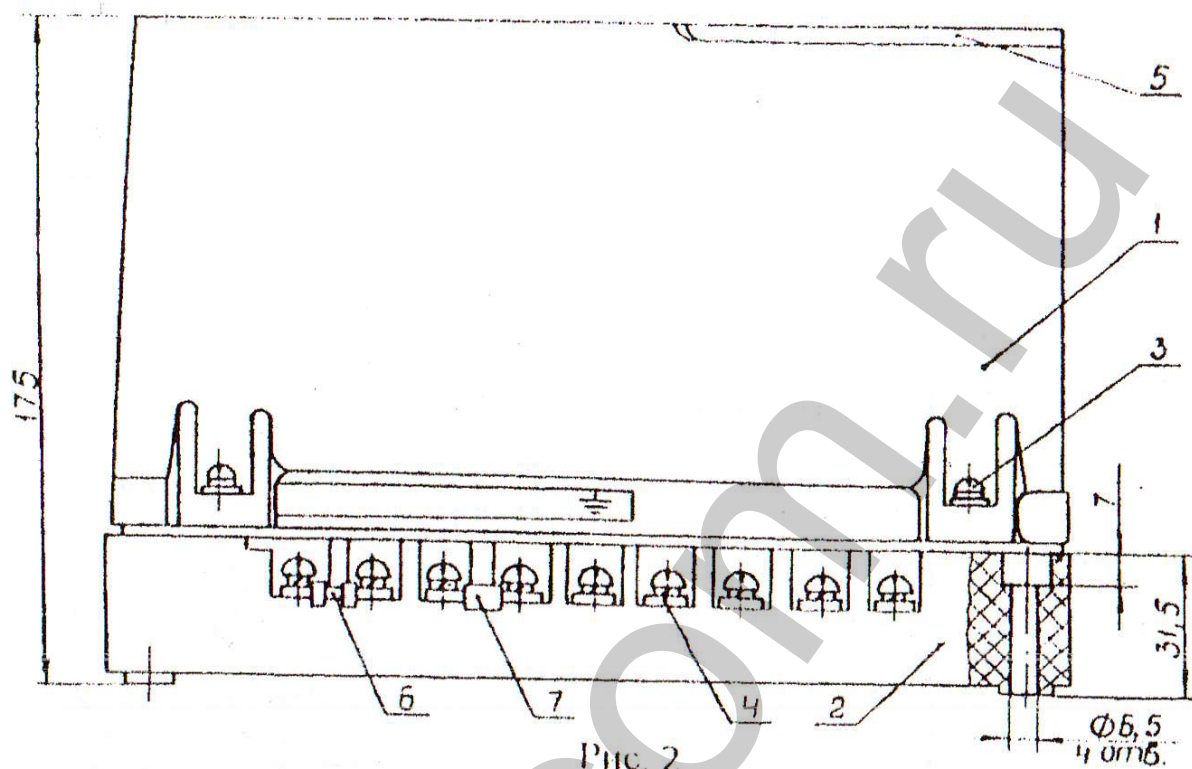

Рис. 2
9.1.1 Подготовить аппарат КС к работе. Тумблер 4 аппарата КС (рис.2,3) установить в положение Л (ленточный). Ось переменного резистора 7 "настройка" повернуть в крайнее по часовой стрелке положение. Ось переменного резистора 8 "время" повернуть в крайнее против часовой стрелки положение, что соответствует минимальной выдержке времени. Лепесток 13 установить в одно из положений в зависимости от номинальной скорости ленты конвейера.